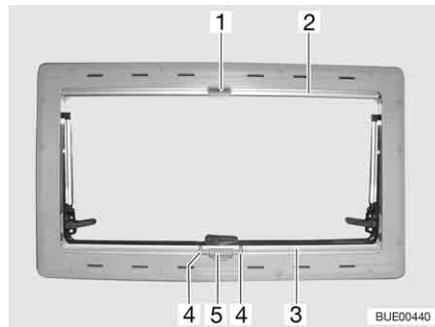

Fig. 84 Finestra apribile
- Serrare la maniglia (Fig. 84,4) e tirare l'oscurante a rullo (Fig. 84,3) dal basso verso l'alto fino all'altezza desiderata.
- Serrare la maniglia (Fig. 84,4). L'arresto si sblocca.
- Ricodurre lentamente l'oscurante a rullo (Fig. 84,3) nella posizione iniziale.
Chiusura: ■ Tirare in basso la zanzariera a rullo (Fig. 84,2) fino a che non viene a contatto con l'oscurante a rullo (Fig. 84,3), e il gancio di chiusura (Fig. 84,1) non si innesta nel bloccaggio (Fig. 84,5).
Apertura: ■ Allentare il gancio di chiusura (Fig. 84,1).